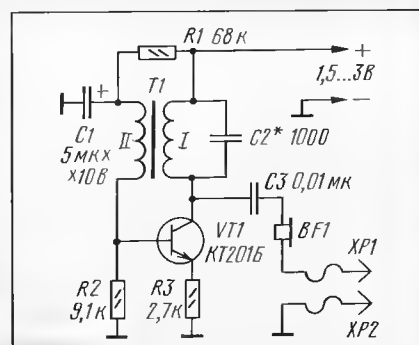

Рис. 6
**Пробник со звуковой индикацией.** Для быстрой проверки монтажных соединений и цепей в собранной конструкции такой пробник (рис. 6) окажется незаменимым. По сути дела, это генератор ЗЧ, колебания в котором образуются из-за положительной обратной связи между коллекторной и базовой цепями транзистора, полученной благодаря соответствующему включению обмоток трансформатора T1. Частота колебаний генерато-